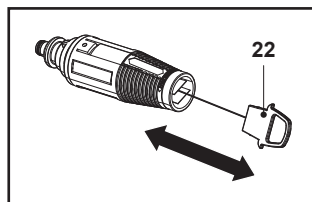

Fig. 18
2. Îndepărtează toate depunerile de murdărie din orificiul duzei folosind un ac (22) (fig. 18).